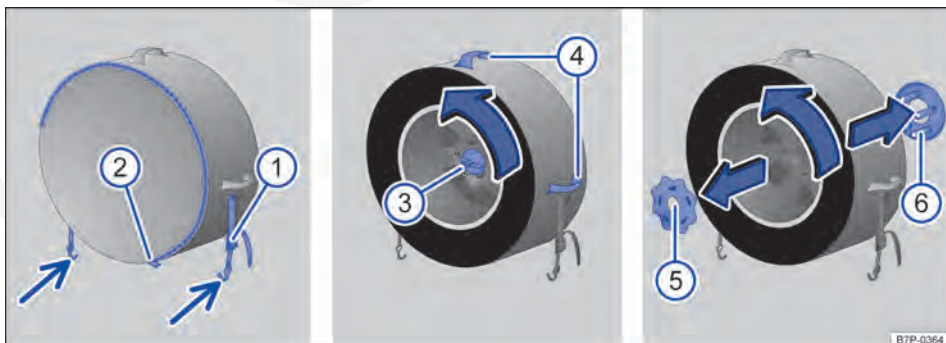

Fig. 259 No compartimento de bagagem: desinstalar e remover a roda sobressalente completa.
- Soltar o cinto de fixação ⇒ Fig. 259  da cobertura da roda sobressalente e retirar os dois respectivos ganchos (setas) dos olhais de retenção.
- Prender ambos os ganchos ⇒ Fig. 259 (setas) do cinto de fixação  nos olhais de retenção e, a seguir, apertar o cinto de fixação.